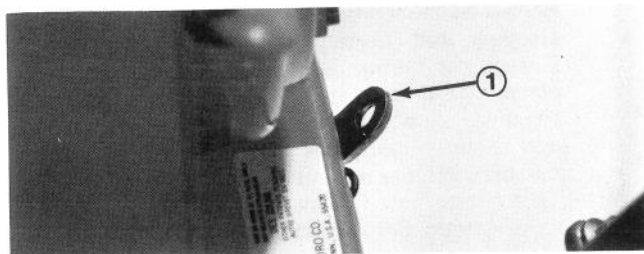

Abb. 9
1. Geschwindigkeitsschalter völlig herausziehen (Abb. 9) und Schaltergriff auf dem Schild in die Rückwärtsposition (R) bewegen, um die Montage zu erleichtern.